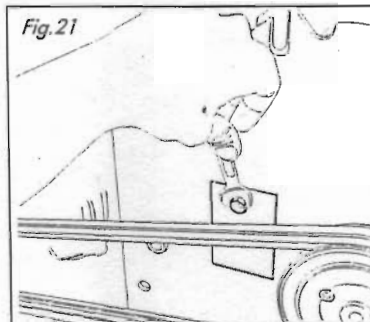

Fig. 21
- Démontez la plaque de fermeture (fig. 21).